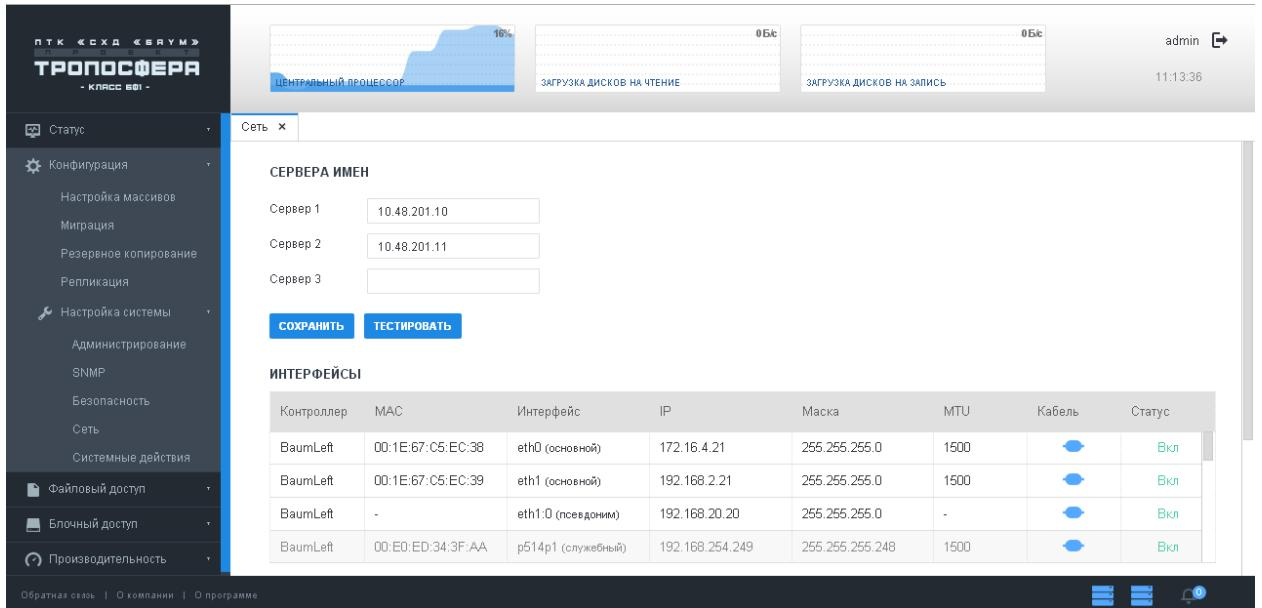

Рисунок 104 - Просмотр IP-адресов контроллеров СХД.БАУМ
5) Для просмотра IP-адресов контроллеров перейти на вкладку «Сеть» (выбрать «Конфигурация» → «Настройка системы» → «Сеть» (см. Рисунок 104)).